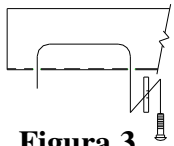

Figura 3
3. Inserte con alambre los pernos de carruaje y los bloques espaciadores a través de las ranuras grandes en cada larguero del bastidor y a través de los orificios de unión como se muestra arriba. Ver figura 3.